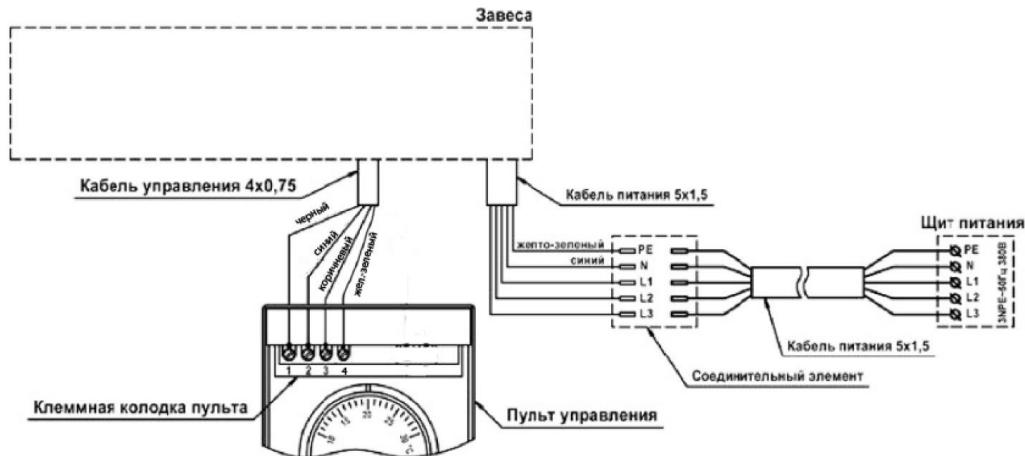

Рисунок 5
- подключить к клеммной колодке пульта кабель управления, выведенный из занавесы, в соответствии со схемой, указанной на рисунок 5 и на корпусе занавесы;